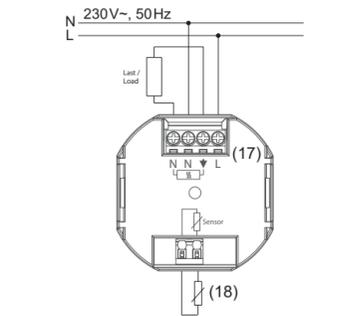

Bild 6: Anschlussplan
- Regler gemäß Anschlussplan anschließen (Bild 6).
- Temperaturfühler gemäß Anschlussplan anschließen (Bild 6, 18).